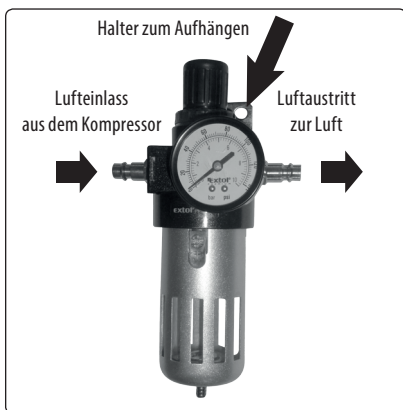

Abb. 8 - Beschreibung vom Druckregler mit Manometer und Filter Extol® 8865104
- Schließen Sie den Luftausgang am Kompressor an die richtige Öffnung an der Aufbereitungsanlage an, siehe Abb. 8.